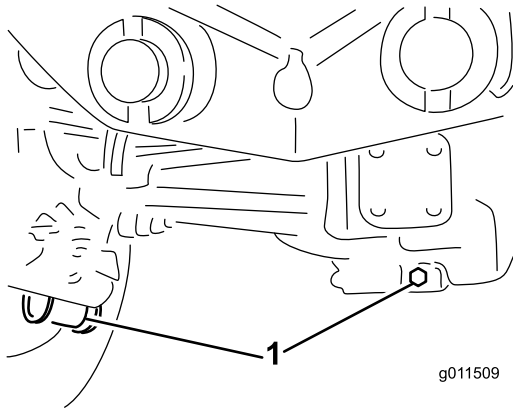

Figura 86
2. Pulite attorno ai tre tappi di spurgo, uno per lato ed uno in centro (Figura 86).